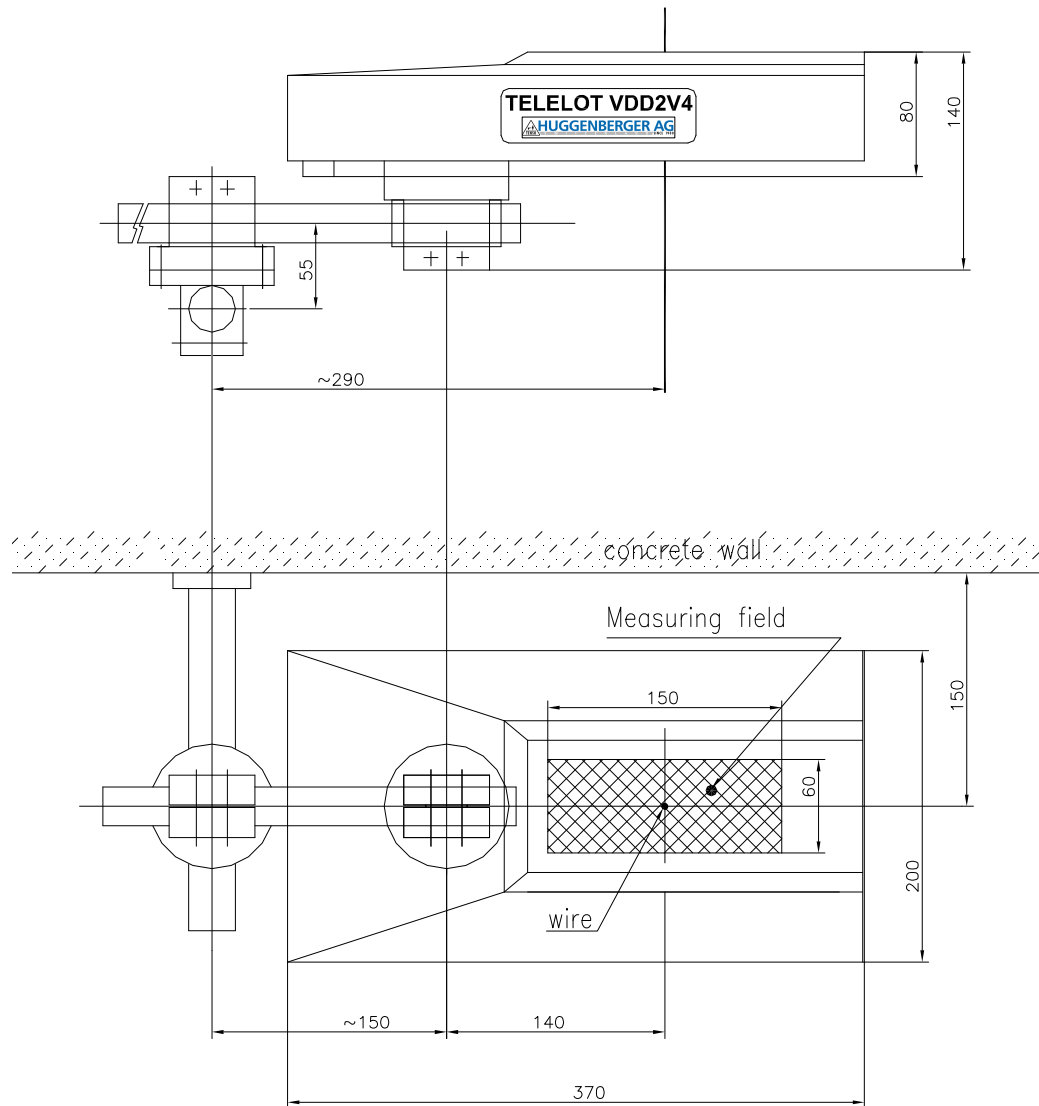
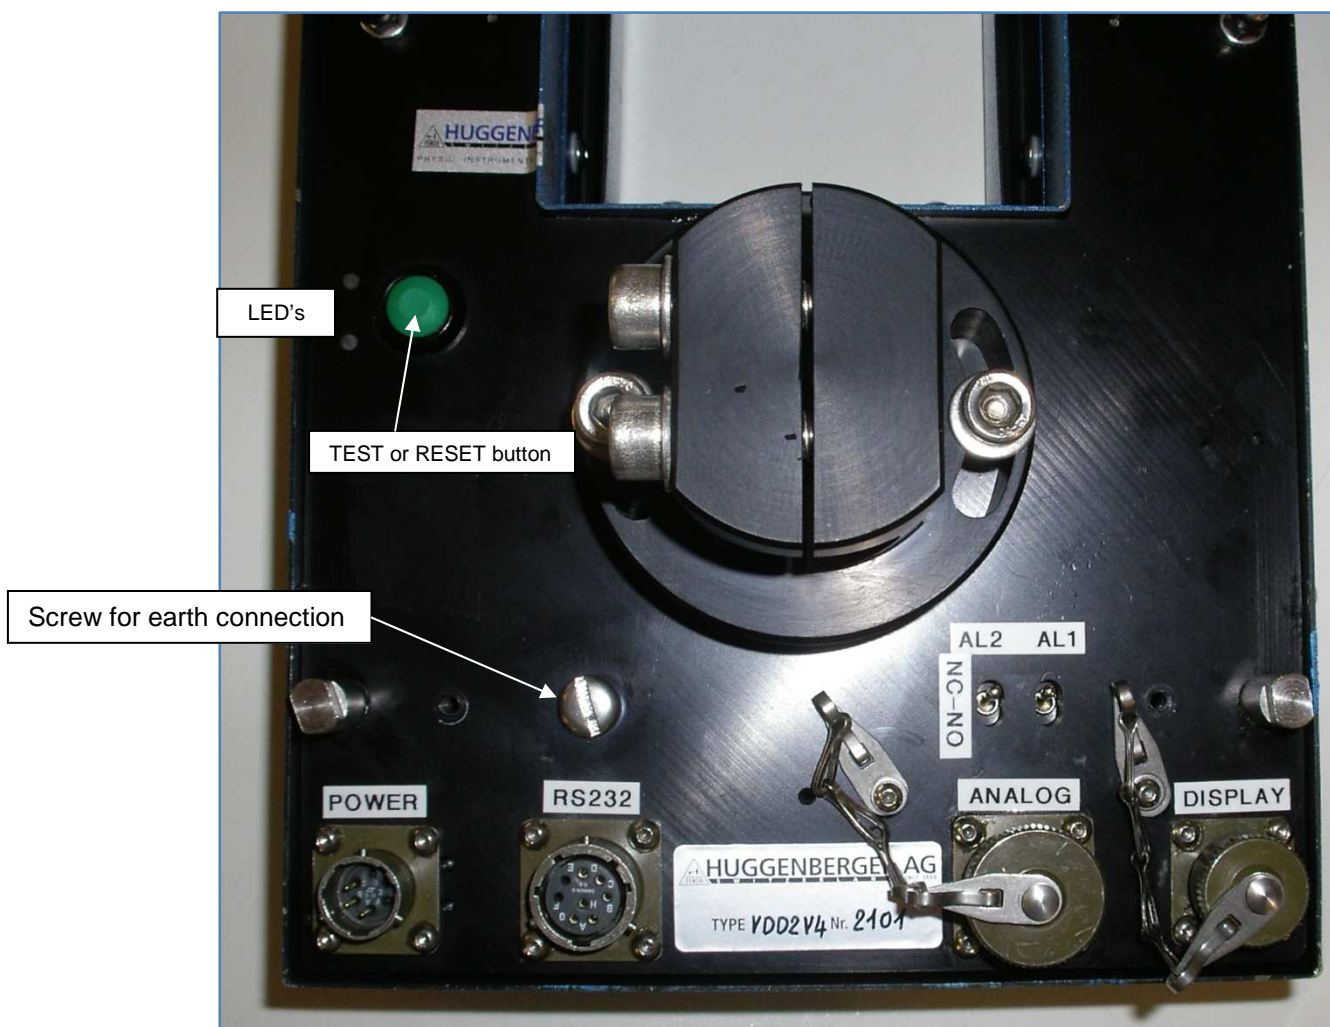

Abbildung 5: notwendiger Installationsplatz Zeichnung VDD.20039.30.M.1
Abbildung 6: Schalter für Alarmausgänge (rechts über Analogstecker)
Wie in Abb. 5 gezeigt, ist es wichtig den Lotdraht in das Messfeld des VDD2V4 zu setzen. Um dies zu testen, drücken Sie bitte den Test-Schalter (Abb. 6), daraufhin muss die orange LED im Messintervall blinken. Ab diesem Zeitpunkt ist es notwendig das VDD2V4-Instrument mit der Software RCSV4 zu konfigurieren (siehe Kap. 9). Verbinden Sie das VDD2V4 mit einem freien Seriellen Anschluss (RS232) ihres PC oder zu einem USB-Port mit einem USB-Serial Konverter und dem Kabel K3.1. Starten Sie die Softwareanwendung RCSV4 (siehe Kapitel 9).
Die Standardeinstellung beider Alarmkontakte ist normal geöffnet (NO). Um diese Einstellung zu ändern (normal geschlossen NC), schalten Sie bitte die Schalter auf der Unterseite des Gerätes wie auf den Aufklebern beschrieben (siehe Abbildung 6 unten).